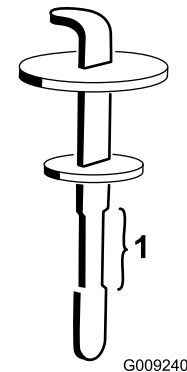

Figure 100
5. Dévissez la jauge du goulot de remplissage et essuyez-la sur un chiffon propre. Remettez la jauge dans le goulot de remplissage, ressortez-la et contrôlez le niveau de liquide (Figure 100).